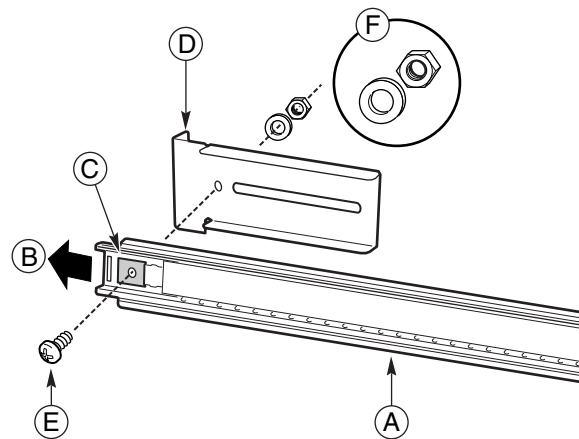

Figura 5 Alineación correcta del tornillo, arandela, tuerca, soporte y conjunto de rieles corredizos (FL/RR)
2. Extienda el miembro intermedio hacia fuera del miembro exterior de manera que se vea el orificio que se encuentra en el extremo frontal del miembro exterior a través de un orificio rectangular del miembro intermedio. La letra B de la Figura 5 muestra la dirección en la cual debe extenderse el miembro intermedio.
4. Coloque un tornillo en los orificios desde la parte interior del miembro intermedio y asegúrelo con una arandela y tuerca. La alineación correcta del tornillo, arandela, tuerca, soporte y conjunto de rieles corredizos se muestra en la Figura 5.